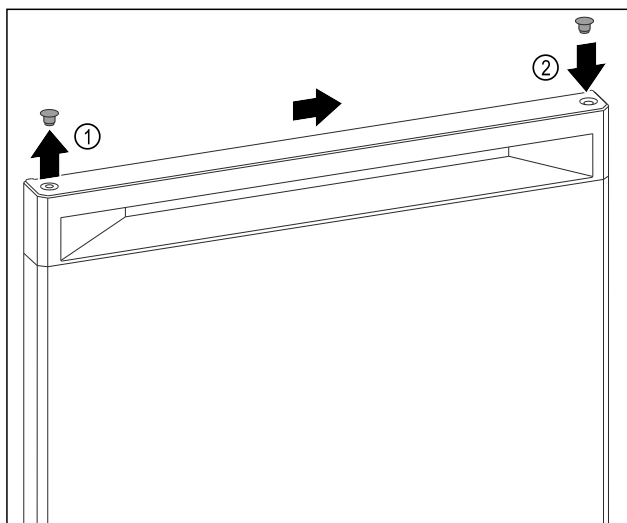

Fig. 9
- Sollevare il coperchio a tappo sulla parte superiore dello sportello Fig. 9 (1) con cautela con un cacciavite a taglio.
- Inserire il coperchio a tappo sul lato opposto. *Fig. 9 (2)*